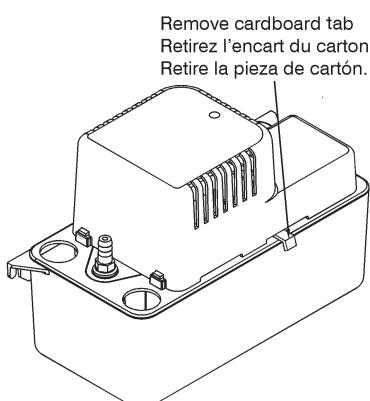

Figure 1
- Carefully unpack the pump. Remove the cardboard tab from the motor cover air slots. This tab prevents switch movement during shipment (Fig. 1).
- Déballer la pompe avec précaution en faisant glisser l'emballage. Enlever l'emballage de carton des fentes d'aération qui se trouvent sur le couvercle du moteur. Cet emballage est destiné à éviter le mouvement des commutateurs pendant le transport (Fig. 1).
- Desempaque la bomba cuidadosamente. Quite el embalaje de cartón de los orificios de ventilación de la cubierta del motor. Retire el embalaje de la bomba, haciéndolo deslizar cuidadosamente. Este embalaje se usa para evitar el movimiento de los interruptores durante el transporte (Fig. 1).